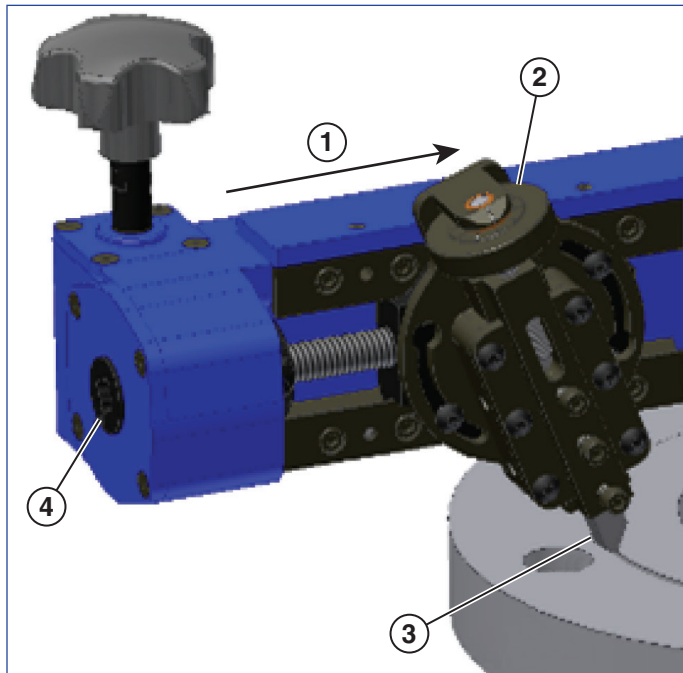

Figura 12
3. Inserte una llave de carraca en el extremo del tornillo de carga. Utilice la maneta de ajuste de profundidad y la llave de carraca para posicionar la punta de marcaje ligeramente por encima de la pieza de trabajo (véase Figura 12).